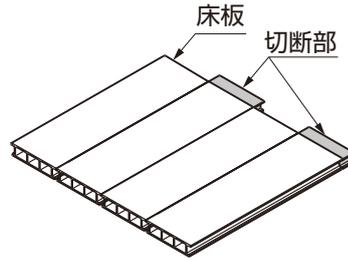

図4-2 床板長さの注意
- 床材は、温度変化による伸縮により、長さに若干のばらつきがあります。施工前に長さをそろえてから、固定してください。（図4-2参照）